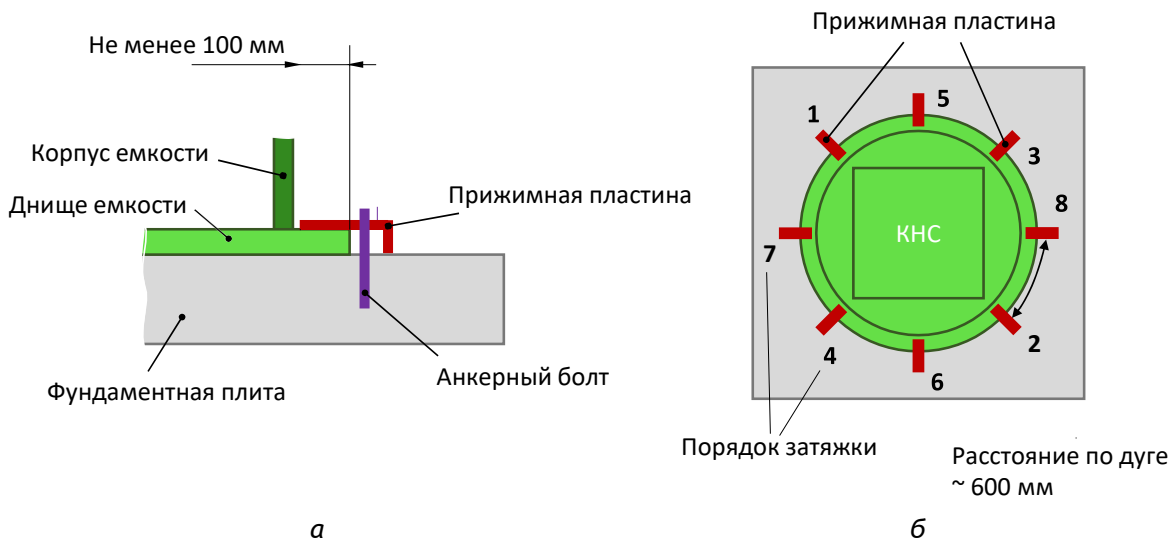

Рис. 8. Закрепление ёмкости
Закрепление ёмкости КНС на фундаментной плите производится при помощи анкерных болтов и прижимных пластин (рис. 8). Минимальное количество анкерных болтов, необходимых для надёжного крепления, можно определить, разделив на 200 диаметр ёмкости, выраженный в мм, и увеличив полученный результат до ближайшего большего целого числа.
- произвести разметку для сверления отверстий под анкерные болты; отверстия должны быть равномерно распределены вдоль окружности днища ёмкости (примерное расстояние между отверстиями измеряемое по дуге — 600 мм, рис. 8, б); расстояние от края днища до отверстий должно выбираться таким образом, чтобы длина части прижимной пластины, контактирующей с днищем, составляла не менее 100 мм (рис. 8, а);